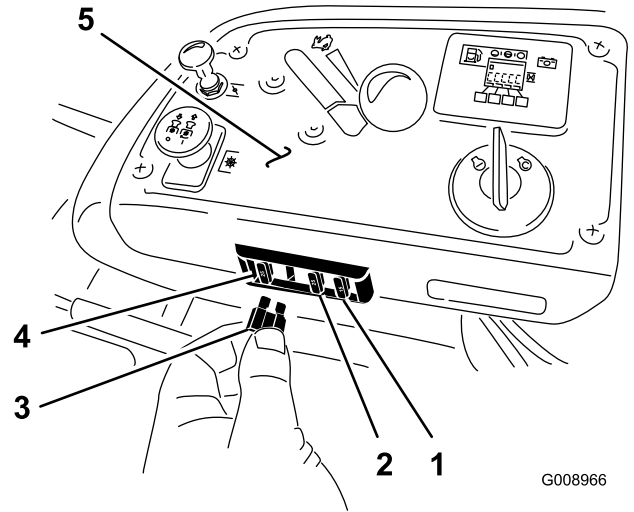

Figure 75
Les fusibles se trouvent sur la console, à droite du siège (Figure 75).
2. Remplacez le fusible (Figure 75).